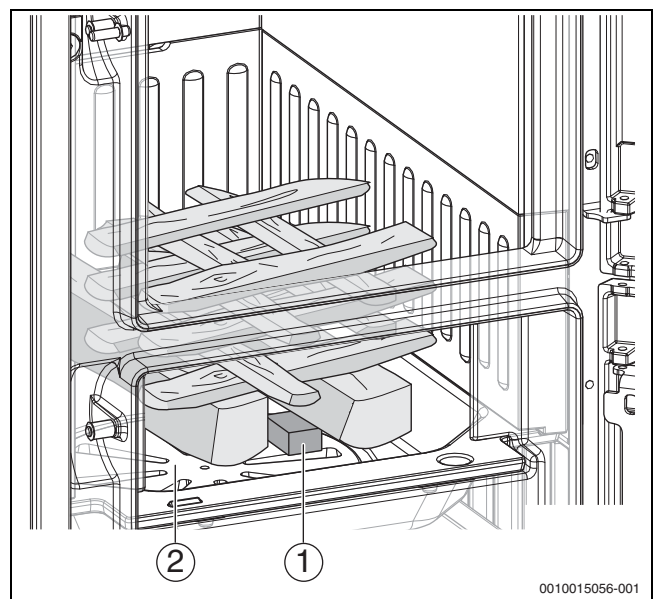

Bild 7 CO-armes Anheizen
- 2 Feuerwürfel (→ Bild 7, [1]) im vorderen Bereich auf den Feuerraumboden legen.